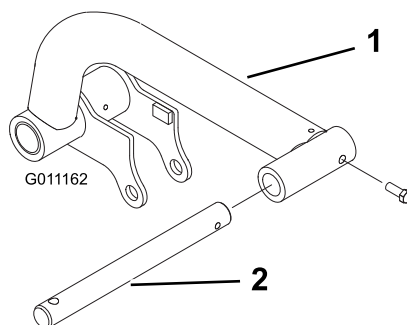

図 14
2. 左右の昇降アームにそれぞれピボットロッドを差し込み、取り付け穴を整列させる (図 14)。